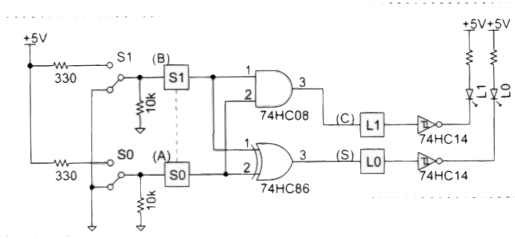

図 5 ハーフ・アダーの回路図
C(Carry) を出力する。ハーフ・アダーの真理値表, 動作表を表 6,7 に, 回路図を図 5 に, 動作確認表を表 7 に, 論理式を (8),(9) に示した。